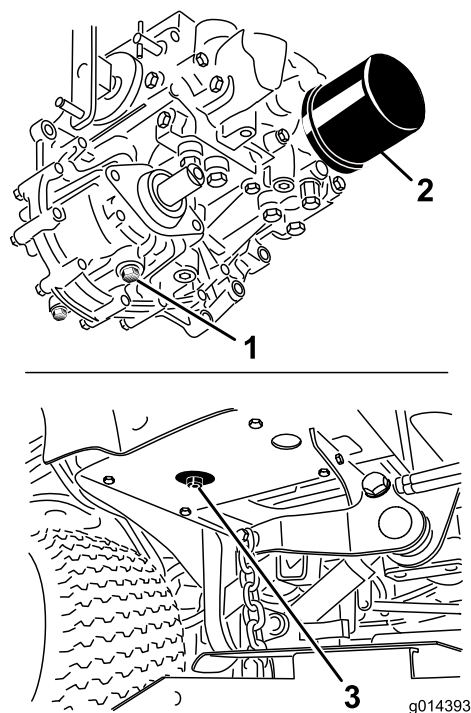

Figure 67
3. Placez un grand bac de vidange sous le réservoir hydraulique et le carter de transmission, et enlevez les bouchons pour vidanger tout le liquide hydraulique (Figure 67).
4. Nettoyez la surface autour du filtre à huile hydraulique et enlevez le filtre (Figure 67).